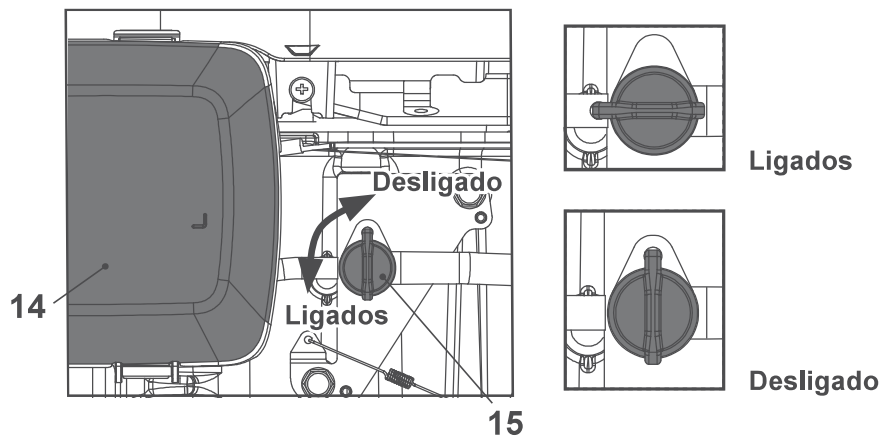

Fig. 22
A alavanca da válvula de combustível (15) está posicionada perto da tampa do filtro de ar (14). Rode a alavanca da válvula de combustível (15) no sentido contrário ao dos ponteiros do relógio para a posição de ligada antes de ligar o motor (Fig. 22). Rode a alavanca da válvula de combustível (15) no sentido dos ponteiros do relógio para a posição de desligada antes de efetuar qualquer operação de manutenção ou armazenamento.